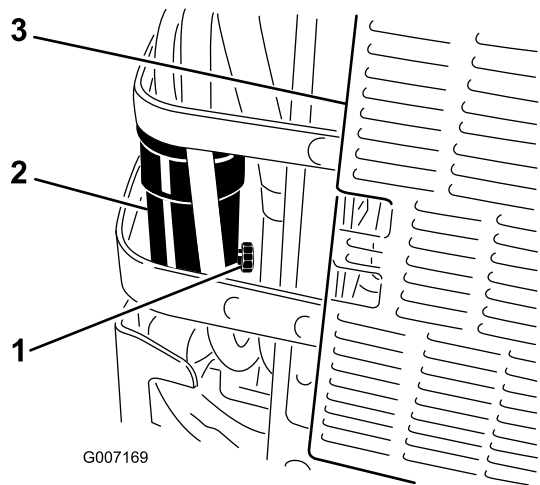

Figura 54
6. Abra a válvula de drenagem no separador de água aproximadamente uma volta para permitir que a água e outros contaminantes drenem (Figura 54).
7. Feche a válvula de drenagem quando sair apenas gasóleo (Figura 54).